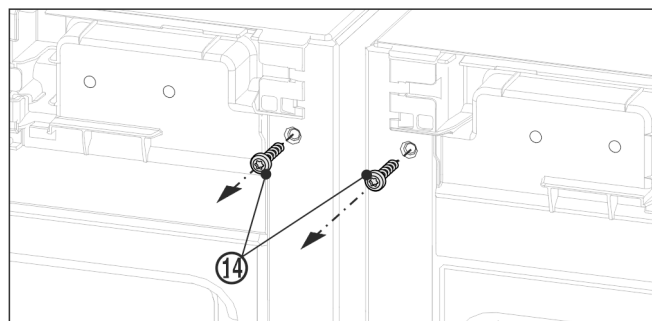

Fig. 9
- Před montáží horního úhelníku oba uzemňovací šrouby Fig. 9 (14) vyšroubujte.